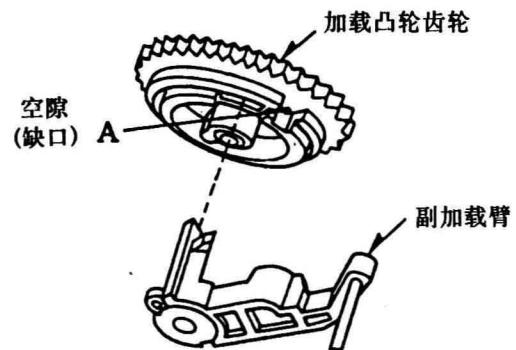
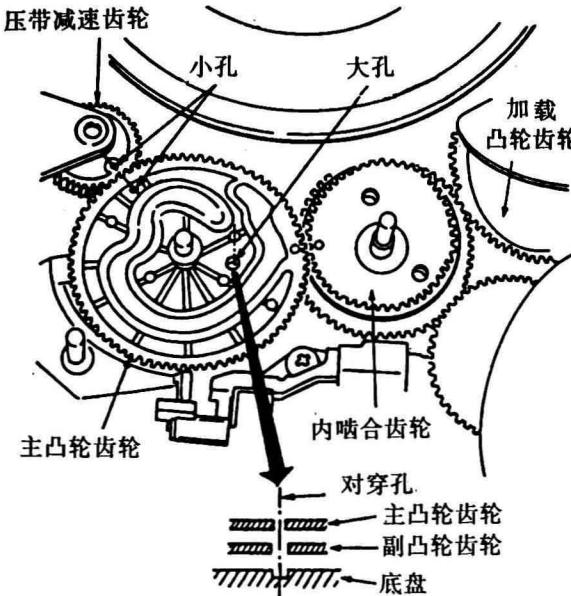

图68
图69
(3) 加载凸轮齿轮和从动齿轮的安装方法
步骤：①安装加载凸轮齿轮时，须使缺口(A)与副加载臂的底部相吻合，如图68所示；
②安装从动齿轮到内啮合齿轮上时，须使从动齿轮上的小孔与主凸轮齿轮上的孔精确地对准；
③同时，从动齿轮上的孔也要精确地与内啮合齿轮上的孔对准；
④同时，从动齿轮上的另一个孔与加载凸轮齿轮的孔也要精确地对准，如图69所示。